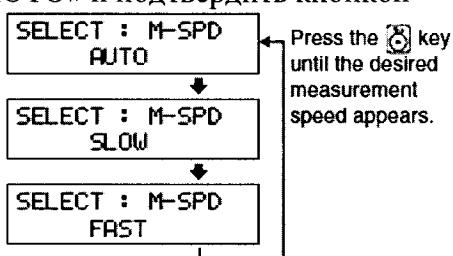

Рисунок 12
8.2.2.3 Выбрать скорость измерения. Для этого нажать кнопку «MENU», затем на кнопку **SELECT** и нажимать до тех пор, пока на дисплее не появится надпись «Measurement speed», подтвердить выбор кнопкой **ENTER**, чтобы открыть экран выбора скорости измерения (рисунок 12). Выбрать режим «AUTO» и подтвердить кнопкой **ENTER**.